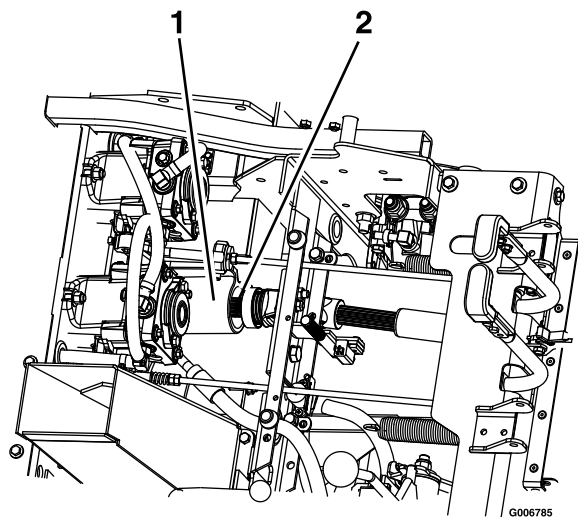

Figure 81
9. Déverrouillez le siège et séparez l'arbre d'entraînement de l'arbre intermédiaire avec l'accouplement rapide (Figure 81). Voir Déverrouillage du siège \(page 20\).
5. Montez l'arbre d'entraînement sur l'arbre intermédiaire (Figure 81).